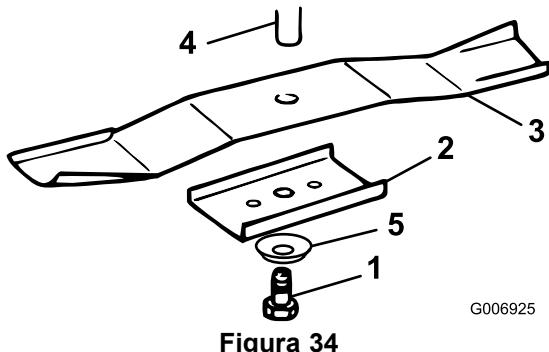

Figura 34
3. Retire el perno (llave de 5/8 pulg), la arandela curva, el retén y la cuchilla (Figura 34). Se puede insertar un bloque de madera entre la cuchilla y el cortacésped para bloquear la cuchilla mientras se retira el perno.
1. Instale cada cuchilla, el retén, la arandela curva (con la copa hacia la cuchilla) y el perno de la cuchilla (Figura 34).